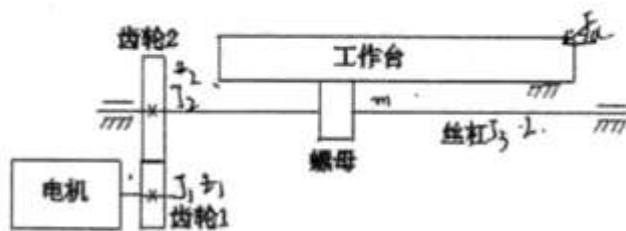

图 6
7. 在建立如图 6 所示的单自由度机械系统动力学模型时, 已知: 齿轮 1 的转动惯量为  $J_1$ , 齿数为  $Z_1$ , 齿轮 2 的转动惯量为  $J_2$ , 齿数为  $Z_2$ , 丝杠轴的转动惯量为  $J_3$ , 螺距为  $L$  (单头螺纹), 工作台及螺母的质量为  $m$ , 作用在工作台上的力为  $F$ , 与工作台运动方向的夹角为  $\alpha$ 。求: 1) 等效构件在 1 处的等效转动惯量  $J_e$ ; 2) 在忽略摩擦时的等效力矩  $M_e$ 。(15 分)